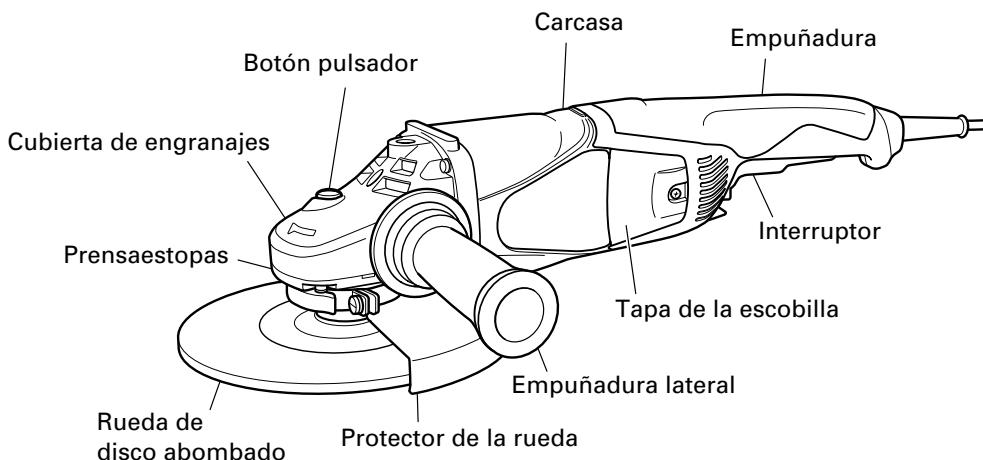

Fig. 1
- Sujete firmemente la amoladora mediante su empuñadura y el asa lateral (Fig. 1)